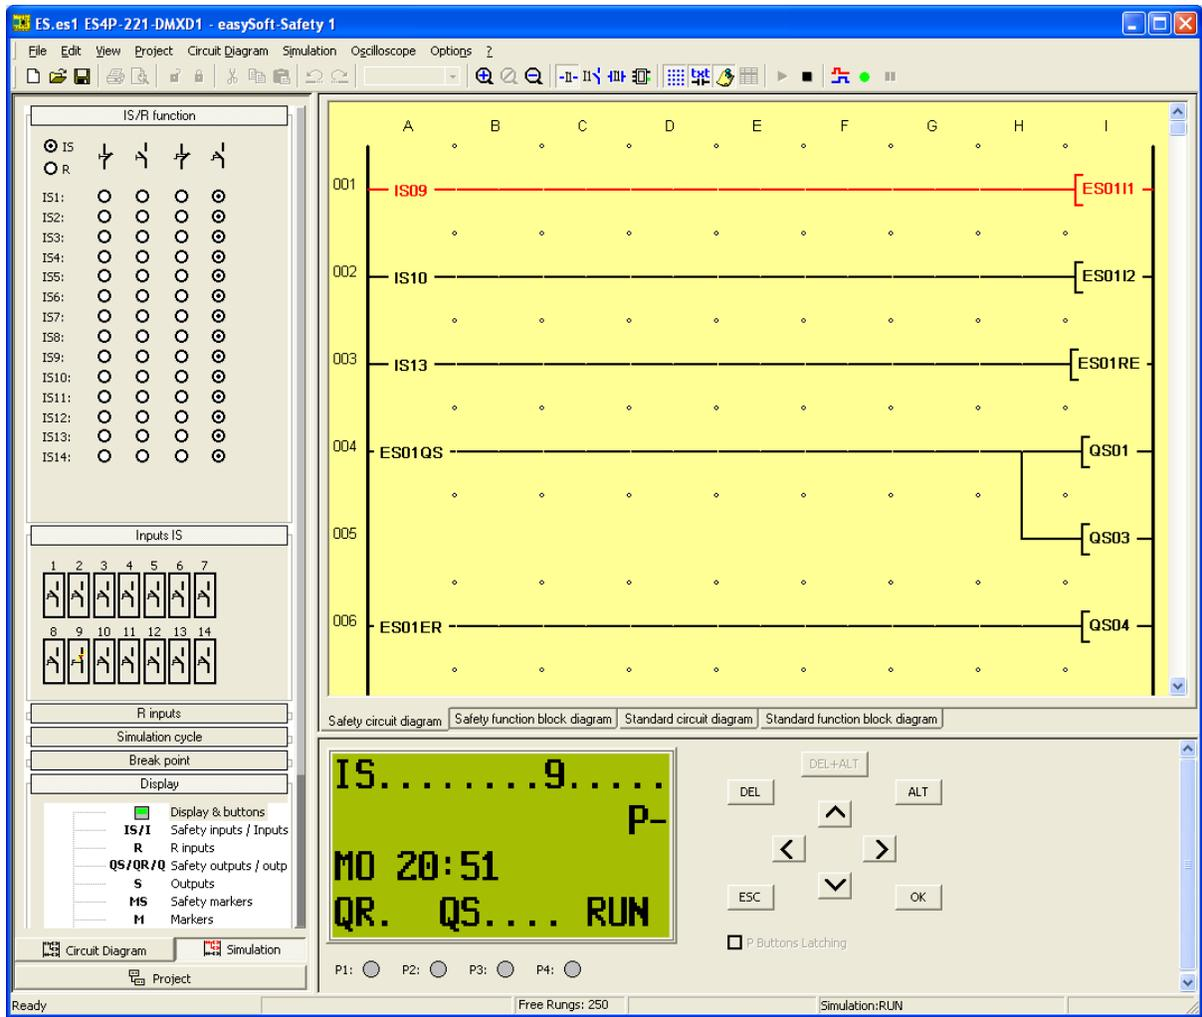

Рисунок 34 – Окно имитации работы проекта (схемы соединений)
- При отображении окна имитации – в этом представлении можно нажать соответствующую кнопку на панели инструментов, чтобы настроить режим работы кнопок, произвести непосредственное нажатие на кнопку, настроить цикл имитации (время цикла), настроить точку останова, выбрать отображение текущего состояния тех или иных входов и выходов реле, текущего состояния байт-маркеров или двойных слов, а также показаний дисплея (рисунок 34).
- При отображении окна имитации – показывается схема соединений, а при запущенном режиме имитации на схеме отображаются активные ветви с протекающим электрическим током и при этом данные ветви окрашиваются в красный цвет (рисунок 34).
- При отображении окна имитации – если дважды щелкнуть по контакту в окне схемы соединений, таком как ввод IS01, все элементы этой группы, то есть все доступные входы в устройстве выводятся на экран в поле Properties. Альтернативно, можно установить операнды, которые будут выведены на экран через диалоговое окно дисплея в окне панели инструментов (рисунок 34).